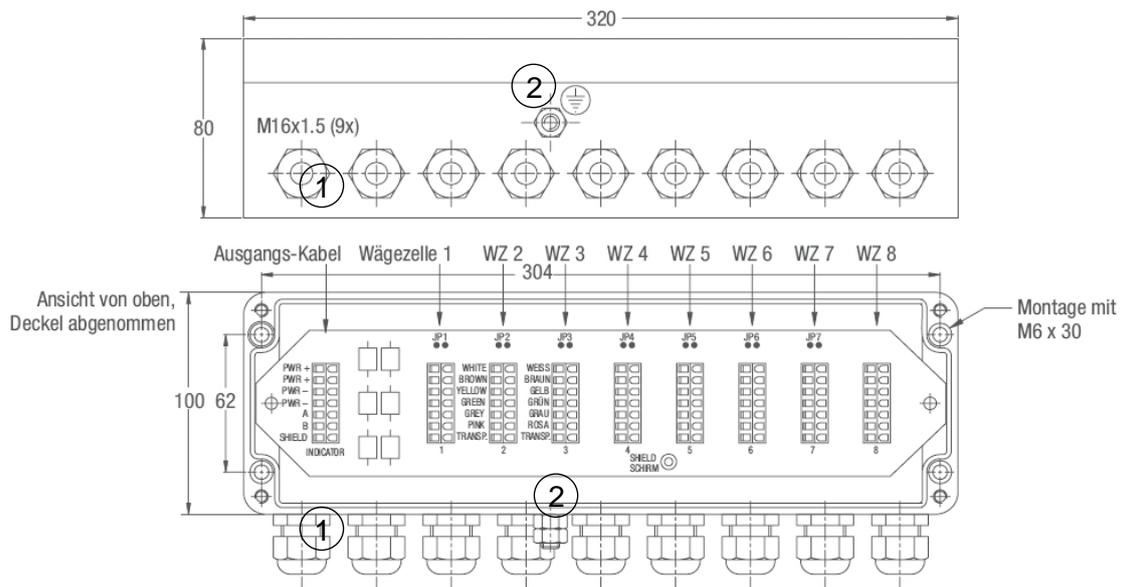

Abbildung 1: Abmessungen in [mm]
Die Erdungsschraube (siehe (2) in Abb.1) ist mit der Schutz Erde zu verbinden bzw. es ist eine elektrisch leitende Verbindung zu den Wägemodulen herzustellen (Potentialausgleich).
Die Kabelverschraubung (siehe (1) in Abb. 1) muß gelockert werden. Danach wird das Wägezellenkabel soweit in die Verschraubung eingeführt, bis der Schrumpfschlauch vollständig in der Verschraubung verschwindet. Denn eine Abdichtung und Zugentlastung erfolgt direkt am Kabel und nicht am Schrumpfschlauch. Die Anschlussleitungen unterhalb der Platine durchführen und am oberen Ende der Platine wieder nach vorne holen. Danach können die Anschlussleitungen wie folgt aufgelegt und festgeklemmt werden: